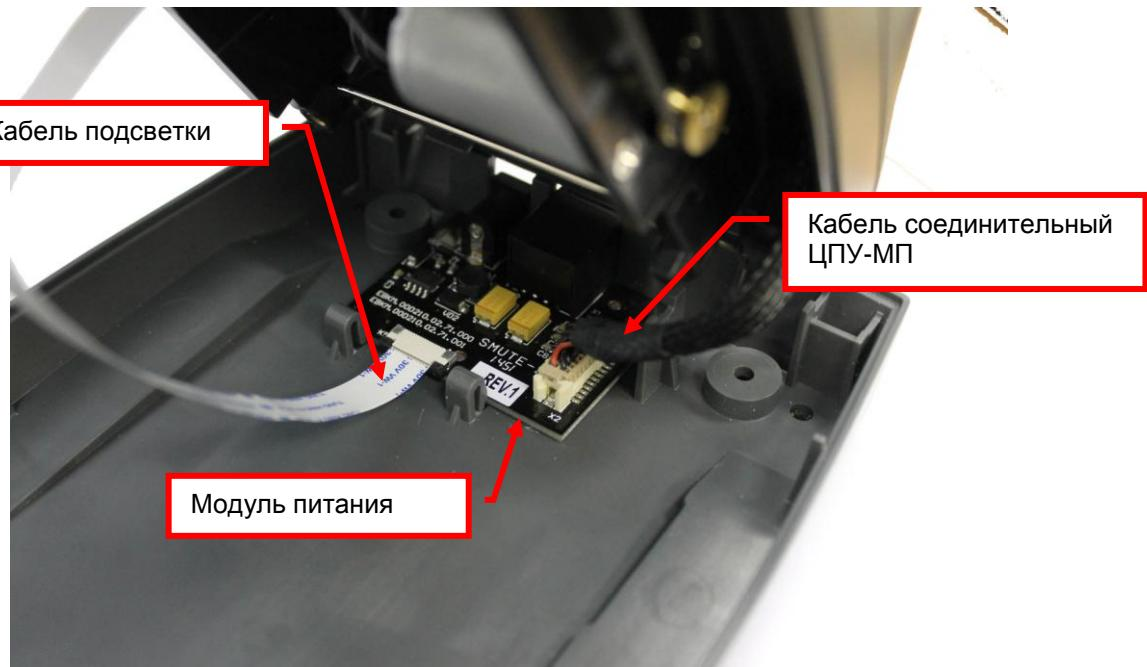

Рис. 8.2
8.1.2 Отсоедините кабель подсветки ЕВКМ.00D210.00.73.000 от разъема X5 модуля питания ЕВКМ.00D210.02.71.000. Отсоедините кабель соединительный ЦПУ-МП ЕВКМ.00Д220.06.00.000 от разъема X2 модуля питания ЕВКМ.00D210.02.71.000 (см. рис.8.2).